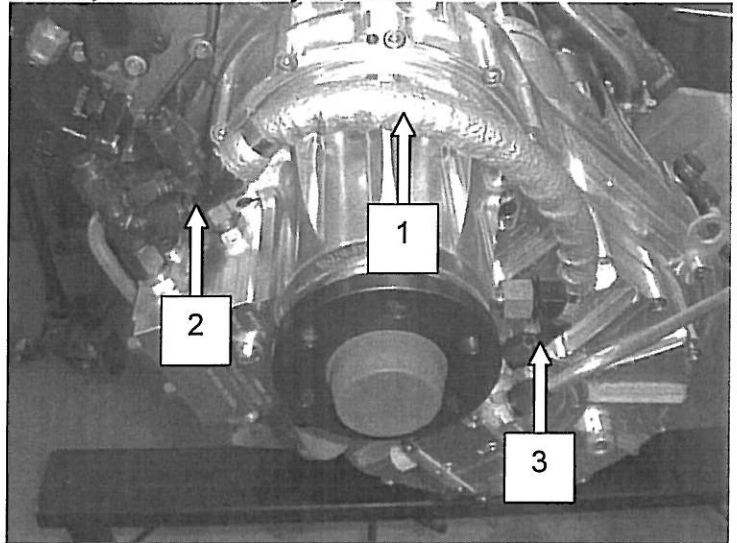
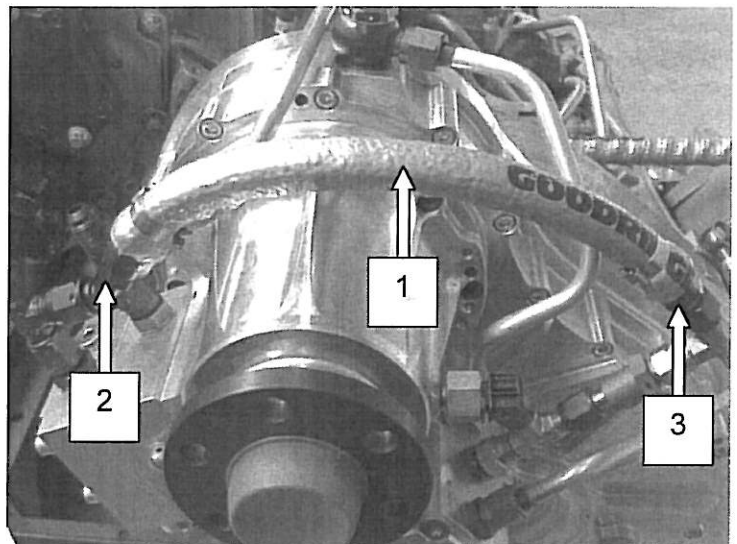

Bild 3 / Fig. 3
Bild 4 / Fig. 4
Siehe Bild 3 und Bild 4.
- **ACHTUNG:** Auf die verschiedenen Winkel der Schlauchanschlüsse achten. Siehe Bild 3 und Bild 4.
2. *Attach the new hose combined pump – module block P/N 02-6120-16023R1 or 02-6120-16022R2 (only for DA42 installation). Tighten the hose connections to the prescribed tightening torque. See Fig. 3 and Fig. 4.*
■ **CAUTION:** *Pay attention to the different angels of the hose connections. See Fig. 3 and Fig. 4.*